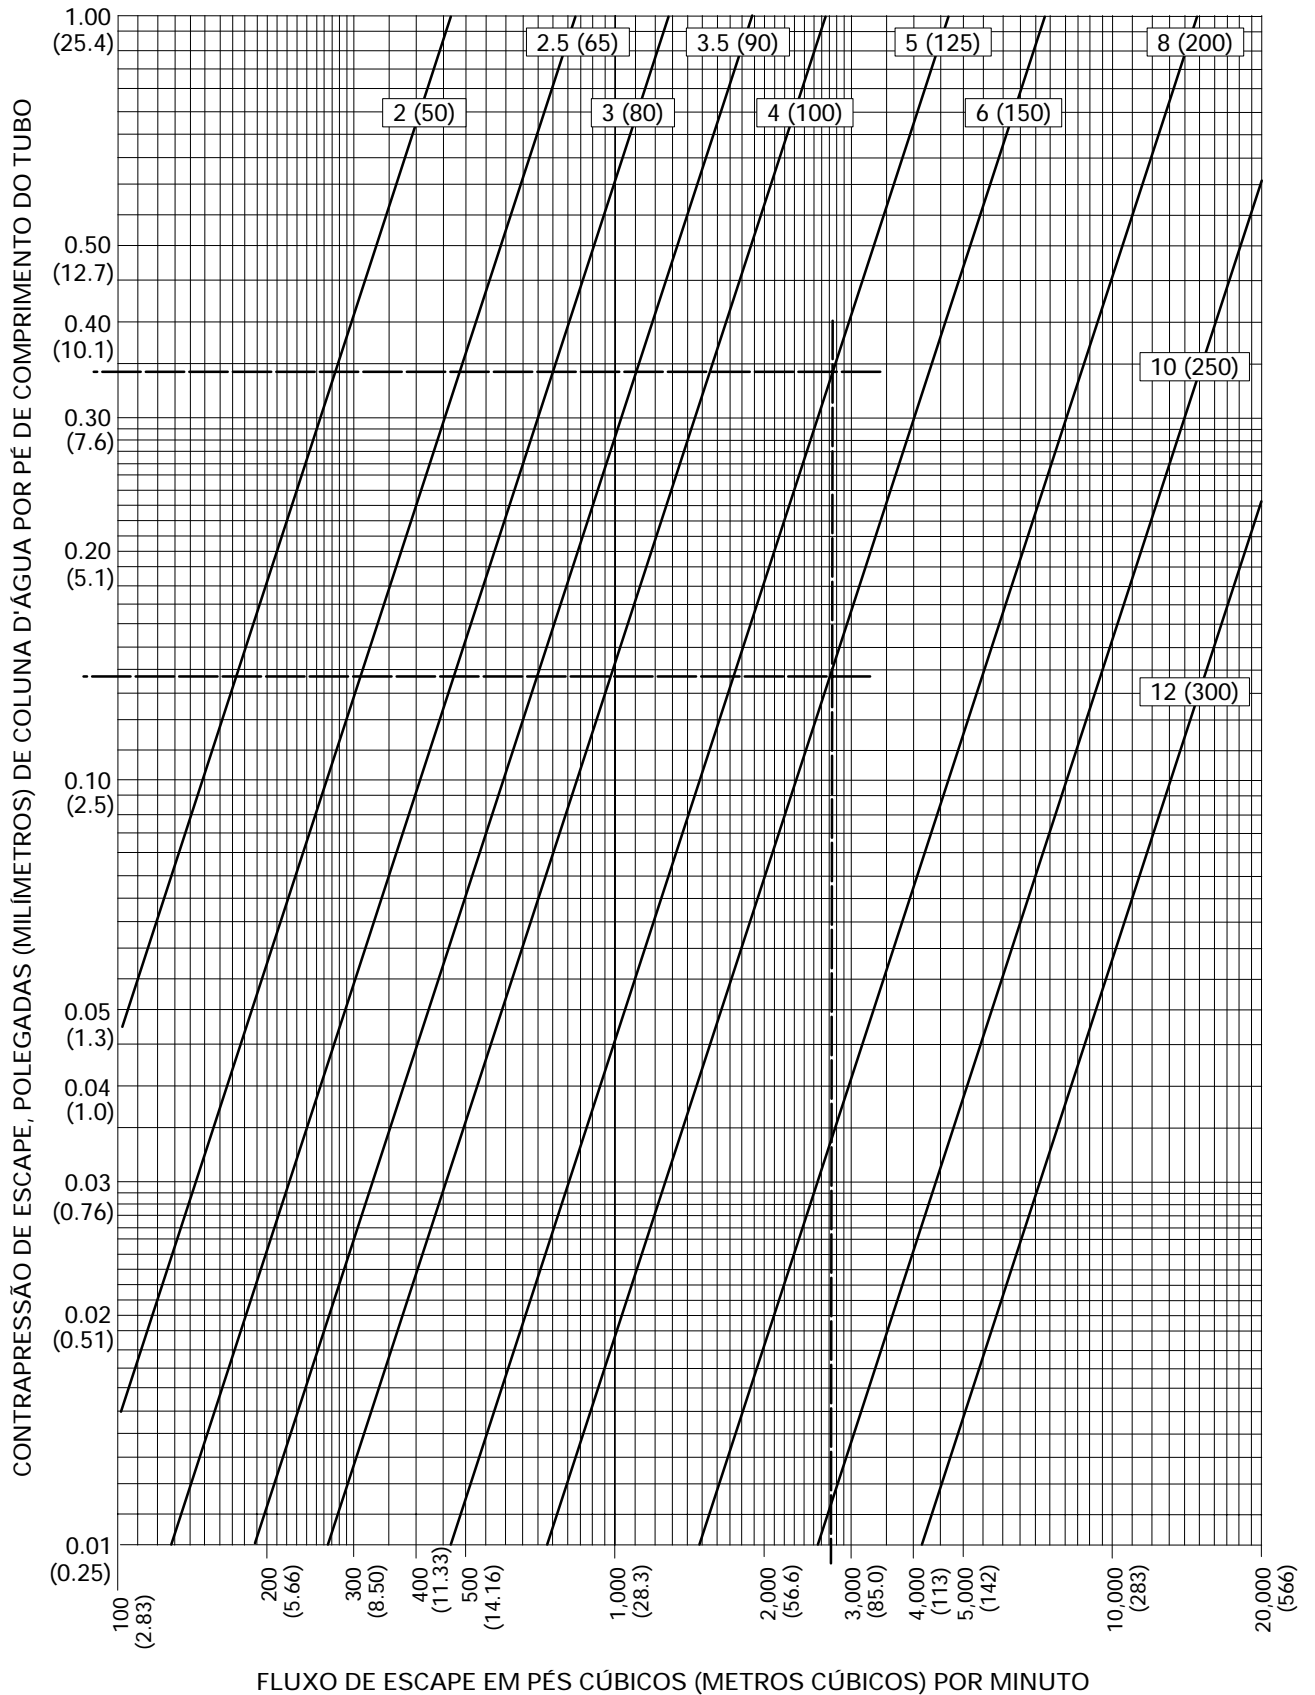

Figura 6-13: Contrapressão de Escape em Diâmetros de Tubos com Valores Nominais em Polegadas (Metros)
3. Calcule a contrapressão no fluxo de escape por unidade de comprimento do tubo para cada diâmetro nominal de tubo utilizado no sistema. Neste exemplo são utilizados tubos com diâmetro nominal de 5 e 6 polegadas. Seguindo as linhas tracejadas na **Figura 6-13**, o tubo de 5 pol. causa uma contrapressão de aproximadamente **0,34** polegadas de coluna de água por pé e o de 6 pol. uma contrapressão de cerca de **0,138** polegadas de coluna de água (C.A.) por pé.